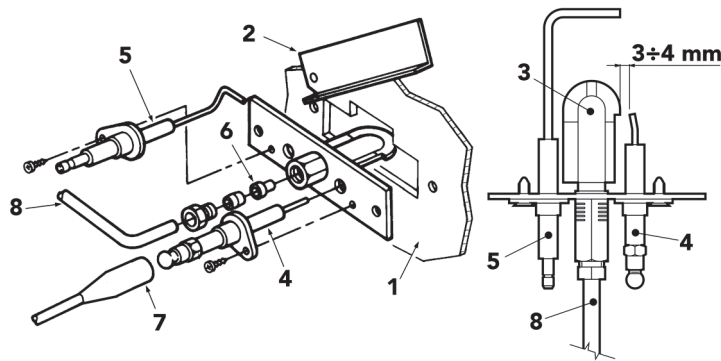

fig. 23 - Brûleur pilote
- Les électrodes doivent être libres de toute incrustation et positionnées correctement (voir fig. 23).